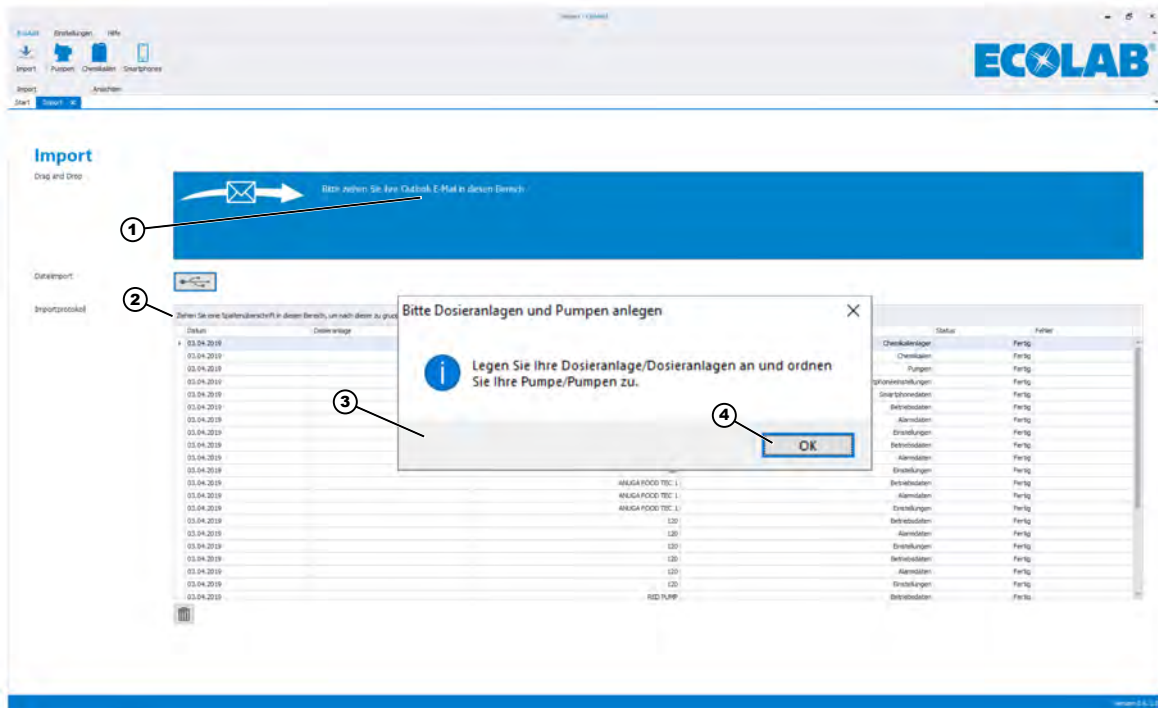

Abb. 4: Anlegen der „Dosieranlagen und Pumpen“
1. ► Folgen Sie der Aufforderung in Feld (Abb. 4, Pos. 1) und ziehen Sie Ihre Email in diesen Bereich.
- Die tabellarische Darstellung der importierten Daten, das so genannte Importprotokoll (Abb. 4, Pos. 2) füllt sich auf. Zeitgleich werden Sie aufgefordert „Dosieranlagen und Pumpen“ anzulegen" (Abb. 4, Pos. 3).
2. ► Bestätigen Sie das Hinweis-Fenster durch Klick auf [OK] (Abb. 4, Pos 4).